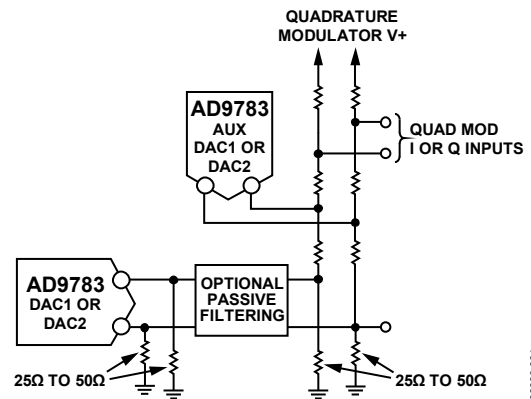

図 67. 受動 DC シフトを用いた DAC と直交変調器の DC 結合
シングル・サイドバンド送信機のアプリケーションでは、直交変調器の入力換算 DC オフセット電圧と DAC 出力のオフセット電圧の組合せにより、変調器の出力でローカル発振器 (LO) のフィード・スルーが発生し、システム性能が低下することがあります。補助 DAC を使用することで、この DC オフセットとそれに伴って発生する LO フィード・スルーをなくすことができます。DC オフセット補正を行うために補助 DAC を使用する回路構成は、DAC と変調器とのインターフェース回路の詳細によって異なります。図 67 に、ローパス・フィルタを使用した DC 結合構成の例を示します。